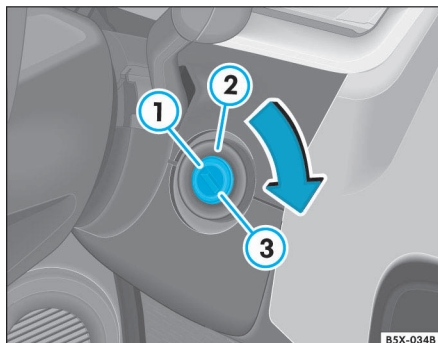

Fig. 89 Posiciones de la llave de encendido
En esta posición ⇒ fig. 89 ①, el motor y el encendido están desconectados y es posible trabar el volante.
Gire la llave hasta ésta posición ⇒ fig. 89 y suéltela. Si, en esta posición, la llave no gira o gira con dificultad de la posición ① para la posición ②, mueva un poco el volante de un lado para el otro, aliviando la traba del volante.
En esta posición ⇒ fig. 89, se da el arranque del motor, siendo desconectados temporalmente los mayores consumidores eléctricos.
- Gire la llave hasta la posición ⇒ página 101, fig. 89 ② – mientras ocurre una pre-incandescencia, se enciende la luz indicadora ③.
- Cuando la luz indicadora ya no esté encendida, gire la llave hasta la posición ③ para dar arranque en el motor - sin acelerar.
- Gire la llave de encendido para la posición ⇒ página 101, fig. 89 ①.